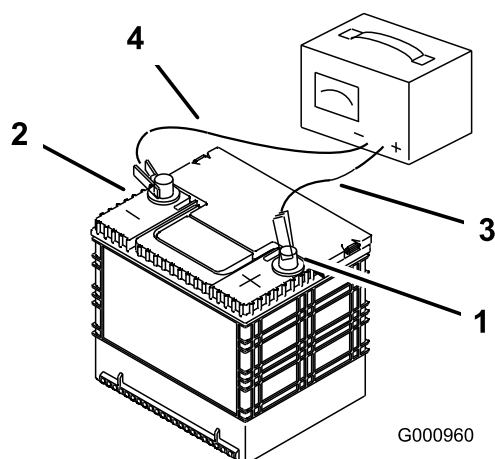

Figure 56
2. Quand la batterie est chargée au maximum, débranchez le chargeur de la prise, puis débranchez les fils du chargeur des bornes de la batterie (Figure 56).